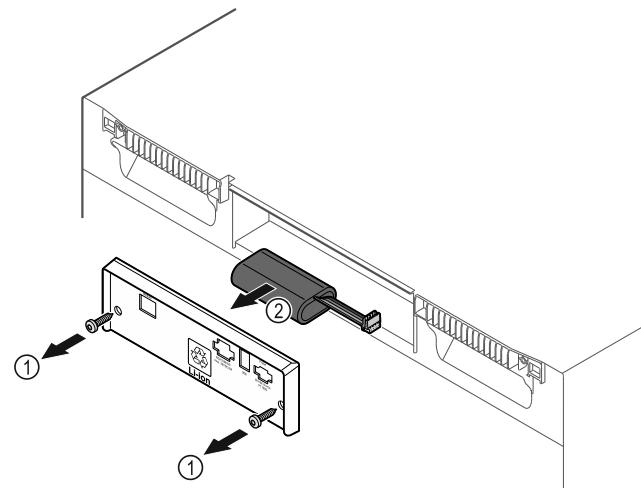

Fig. 229
- ▶ Odvrnute vijke i skinite pokrov sa stražnje strane uređaja Fig. 229 (1).
- ▶ Iskopčajte i izvadite bateriju Fig. 229 (2).